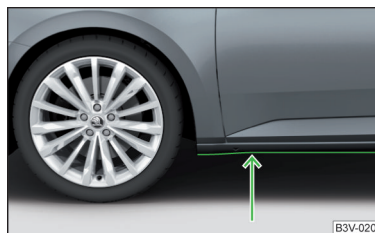

Fig. 263
- Determine la profundidad del agua antes de un vadeo. El nivel del agua debe llegar como máximo al borde inferior del larguero inferior » fig. 263.